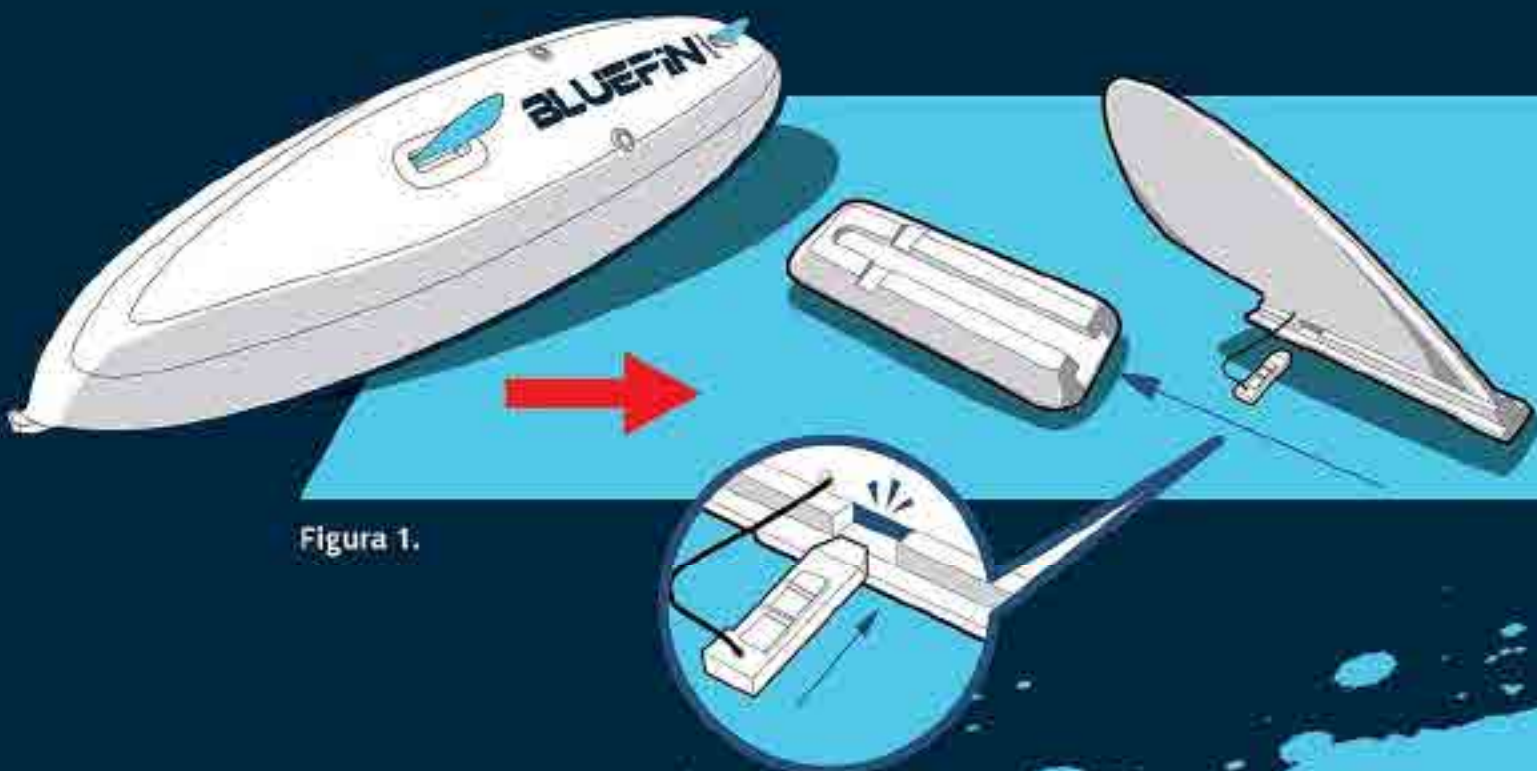

Figura 1.
- Inserisci la pinna nella scanalatura. **Figura 1**